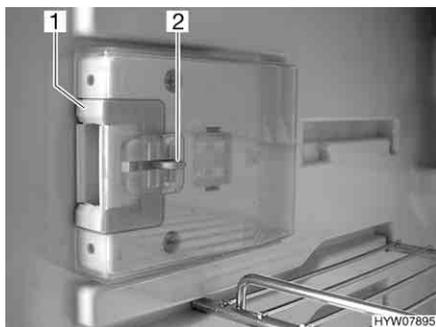
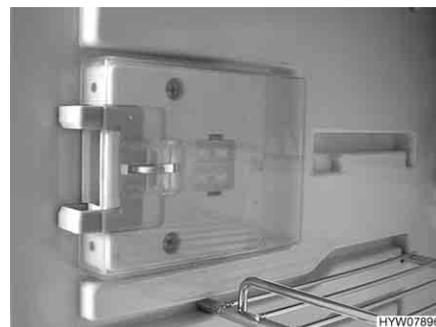

Fig. 185 Dispositivo di chiusura (posizione normale)
Fig. 186 Dispositivo di chiusura (posizione di ricircolo d'aria)
■ Premere il dispositivo di sblocco (Fig. 185,2).
■ Spingere il dispositivo di chiusura (Fig. 185,1) in avanti (Fig. 186).